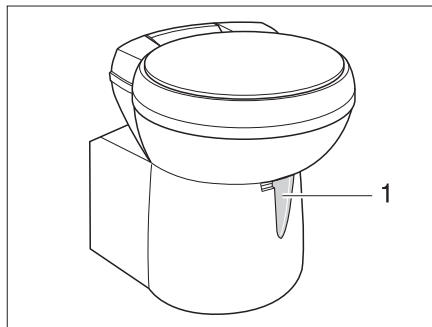

Fig. 145 Cuvette Thetford, orientable
- Avant d'actionner la chasse d'eau, ouvrir le curseur des toilettes Thetford. Pousser pour cela le levier du curseur (Fig. 145,1) dans le sens inverse des aiguilles d'une montre.
- Pousser le levier du curseur (Fig. 145,1) dans le sens des aiguilles d'une montre. Le curseur se ferme. Pour la vidange il **faut** que le curseur des toilettes Thetford soit fermé.